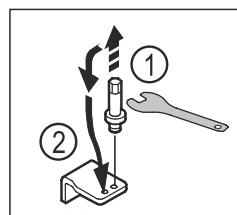

Fig. 20
- Odšroubujte šroub spodního stojanu ložiska pomocí imbusového klíče SW5. Fig. 20 (1)
- Zasuňte čep na opačné straně. Fig. 20 (2)